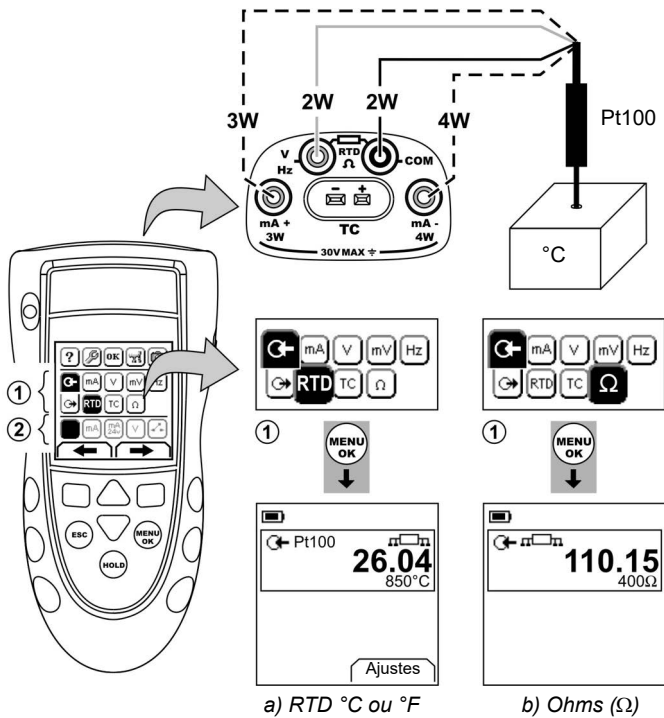

Figura 7: Exemplo de configuração: para medir os valores de temperatura ou resistência
1. Conecte o instrumento (Figura 7/8) e, se necessário, ajuste a *Configuração* (Tabela 1).